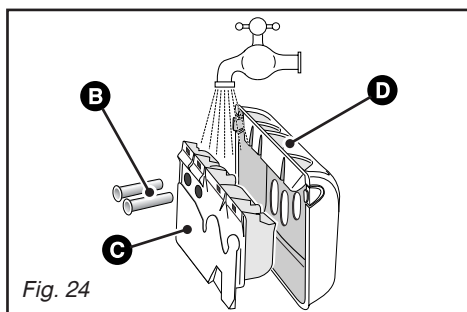

Fig. 24
- retirez les siphons **B** situés à l'arrière de la boîte **C** et séparez cette dernière de son enjoliveur avant **D** (Fig. 24)